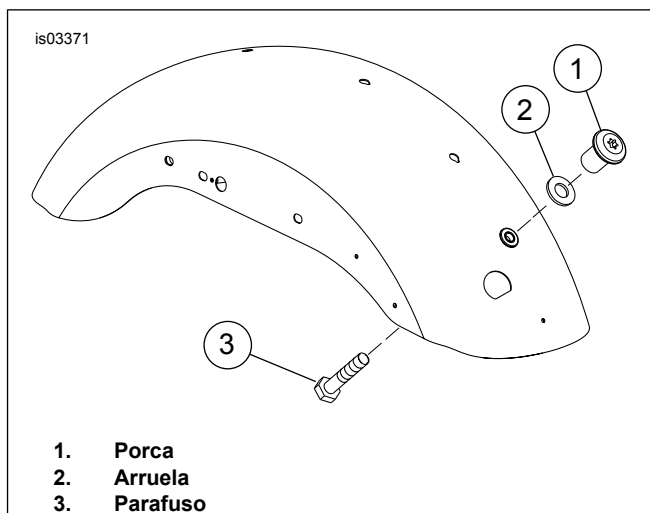

Figura 4. Ferragem do furo dianteiro do pára-lama (mostrando modelo pára-lama ano 2006)
6. Veja a Figura 4. Remova e descarte a porca (1), a arruela (2) e o parafuso (3) do furo dianteiro do pára-lama.
2. Veja a Figura 4. Remova e descarte a porca (1), a arruela (2) e o parafuso (3) do furo dianteiro do pára-lama.